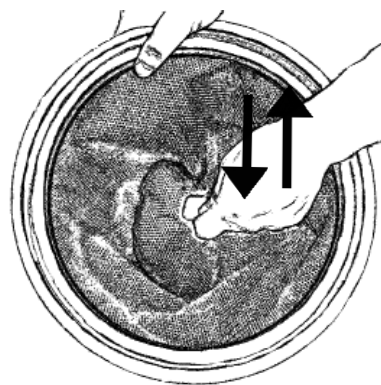

Fig. 23
2. Fjern ikke filteret fra beholderen. Ryst i stedet filteret let inden i beholderen for at løsne støv fra filteret, så det kan falde ned i beholderen. Det gøres ved at gribe om filterets strop og bevæge filteret hurtigt op og ned som vist på fig. 23.